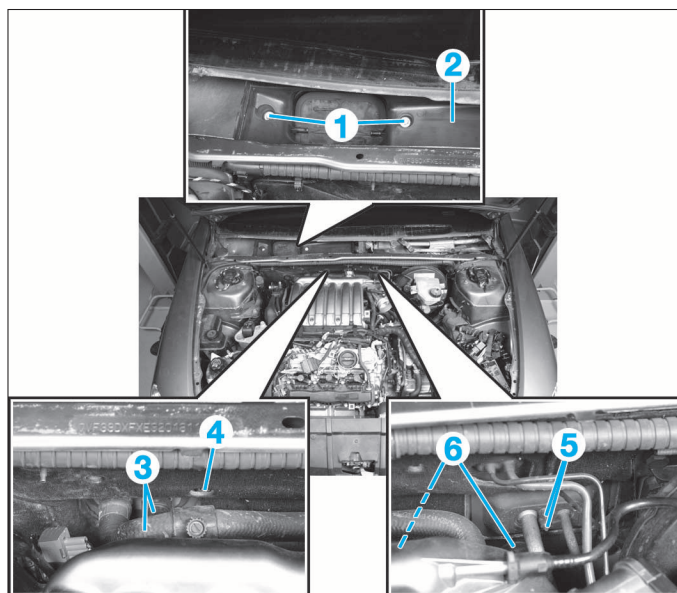

FIG. 8
- Déposer les 2 fixations (1) du support de filtre (2) (Fig.8).
- Pincer les 2 durits (3) d'entrée et de sortie du radiateur de chauffage à l'aide d'un pince durit approprié.
- Désaccoupler les durits (3).
- la fixation (4).
- les écrous (5).